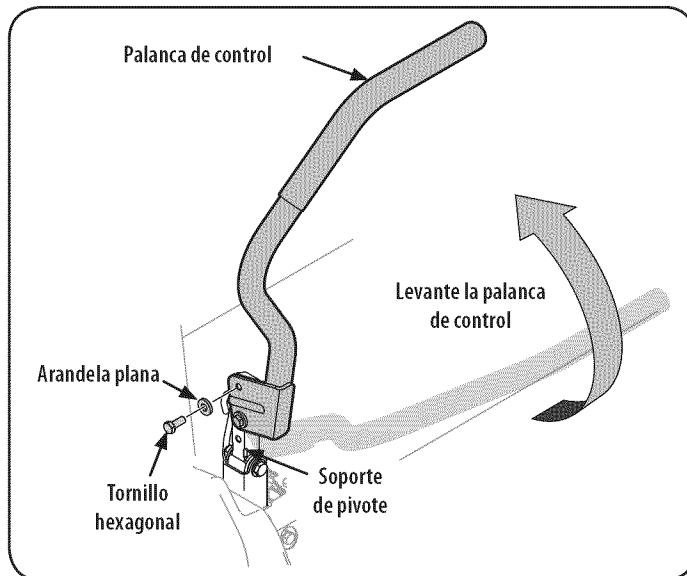

Figura 4
2. Levante y gire esa palanca de control hacia arriba hasta que el orificio ranurado del soporte de la palanca quede alineado con uno de los orificios del soporte de pivot. Vea la Figura 4.
3. Deslice la arandela plana hacia el tornillo hexagonal. Desde afuera, inserte el tornillo hexagonal con arandela a través de la ranura de la palanca de control y el orificio del soporte de pivot. Vea la Figura 4. Ajuste el tornillo con una llave de 1/2" pero no lo ajuste completamente.